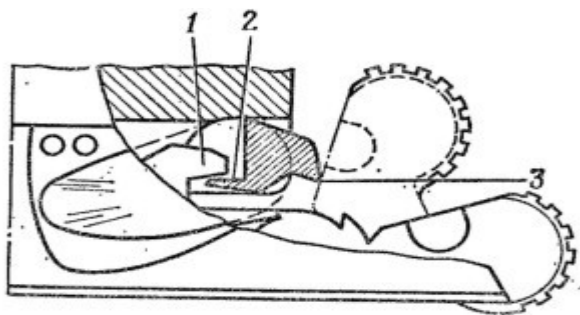

Рис. 48. Схема блокировки курка выступом предохранителя: 1 – зуб щептала; 2 – полочка уступа предохранителя; 3 – выступ предохранителя
11. Блокируется ли курок выступом предохранителя при повороте предохранителя до начала подъема шептала. Проверку производить следующим образом. Перевести флажок предохранителя в положение «огонь». Поставить курок на боевой взвод. Удерживая пистолет в правой руке стволом вниз и наблюдая через паз в затворе за шепталом, большим пальцем правой руки медленно сдвигать флажок предохранителя вверх до момента начала подъема шептала. Определив таким образом положение предохранителя к моменту начала подъема шептала (т.е. к моменту касания полочкой уступа предохранителя зуба шептала), придерживая курок большим пальцем правой руки, указательным пальцем нажать на спусковой крючок и, не отпуская его, медленно довести курок в переднее положение. При этом курок должен упираться в выступ предохранителя, т.е. блокироваться предохранителем (рис. 48), в результате чего выстрела не происходит.